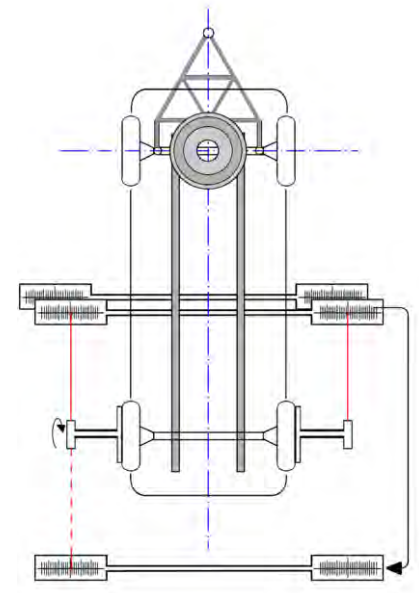

Abb. 22
- Eine Skala nun auf die andere Makierung der zu vermessenden Achse anlegen (Abb. 22)